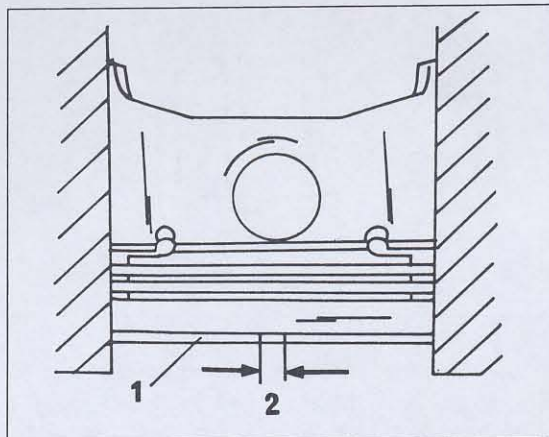

Bild 84
- Der Reihe nach alle Kolbenringe in die Zylinderbohrungen einsetzen. Mit einem umgekehrten Kolben die Ringe ca. 20 mm nach unten drücken. Dadurch sitzen sie gerade in der Bohrung. Eine Fühlerlehre in den Spalt zwischen den beiden Ringenden einschieben, um das Kolbenringstossspiel auszumessen. Bild 84 zeigt, wie das Spiel vorschriftsmässig ausgemessen wird. Unterschiedliche Werte gelten für Benzin- und Dieselmotoren.